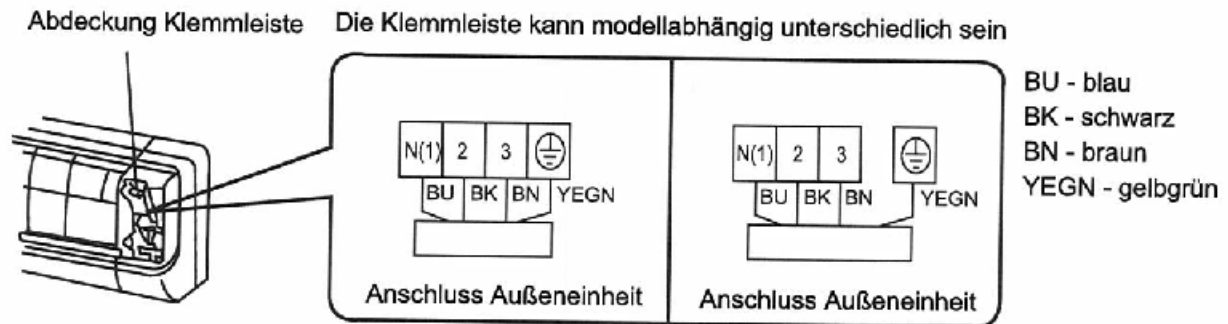

Abb. 6
2. Die Abdeckung der Klemmleiste abnehmen (siehe Abb. 6)